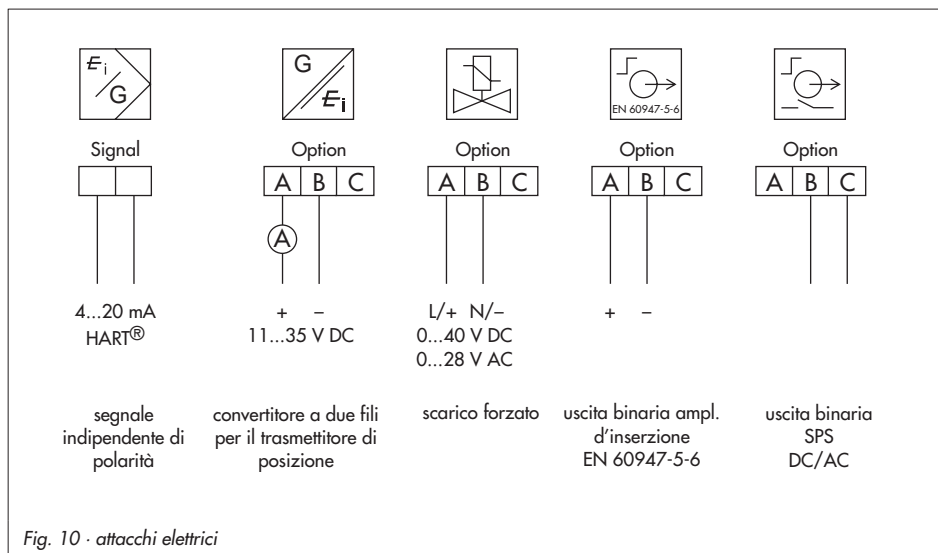

Fig. 10 · attacchi elettrici
Riferirsi a Fig.10 oppure all'etichetta riportata sulla morsettiera per l'assegnazione dei terminali.
- ▶ Per versioni con elettrovalvola di scarico collegare la tensione secondo la fig. 10